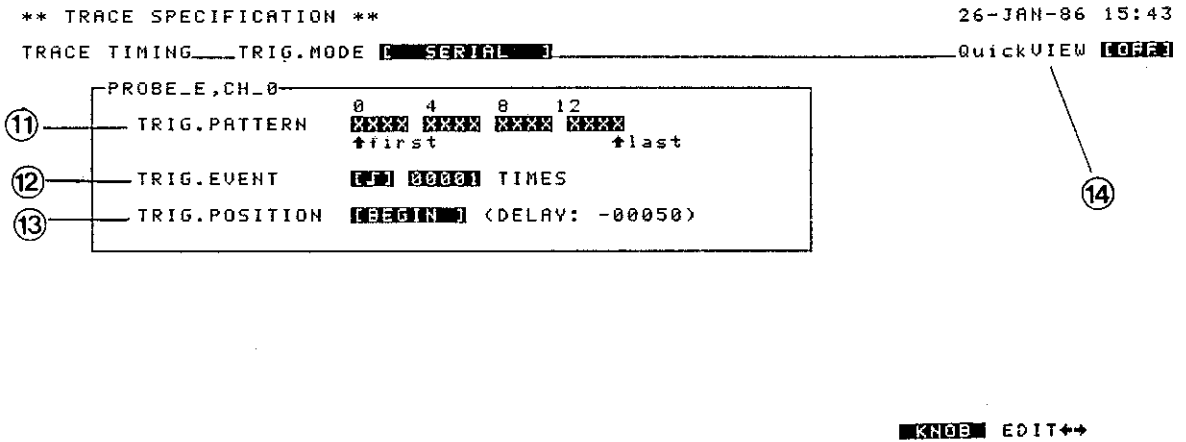

図 4-5 TRACE メニュー (SERIAL) 画面
トリガの成立過程を〔図4-5〕に示します。
- ⑭ SRCH: 取得データ中の特定パターンを検索します。検索パターンをラベルのすぐ右側に記述し、INSERTキーで左方(データ番号の小さい方向)に、DELETEキーで右方(データ番号の大きい方向)に検索します。検索されたデータは、ハイライト(キャラクタ単位)表示となります。圧縮表示では、その中に検索データ以外も含まれるので拡大で確認する必要があります。
- ⑮ FORMAT: 取得したデータの表示形式を選択します。表示形式は、[CHART]又は、[LIST]です。デフォルトは[CHART]が選択されています。[LIST]をロータリ・ノブ又はSELECTキーで選択します。[LIST]表示は、図4-5に示す形式で表示されます。